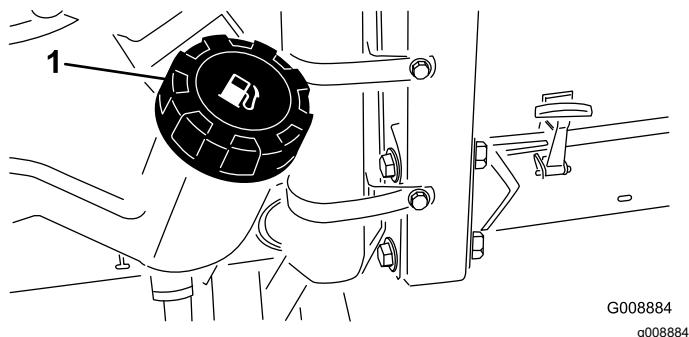

図 27
1. 燃料タンクのキャップ 図 27 の周囲をきれいに拭く。